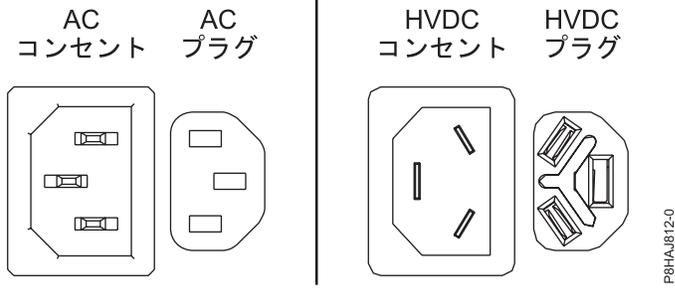
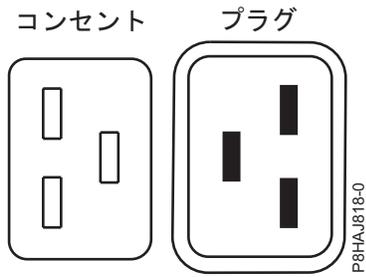
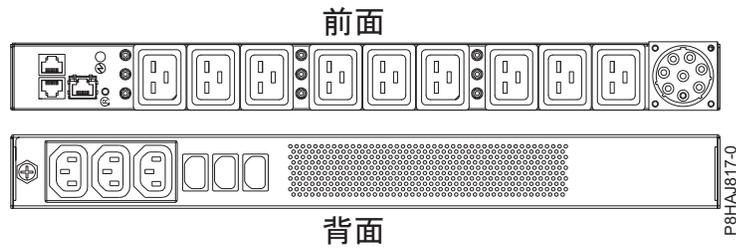

図 15. AC コネクターと HVDC コネクター
図 16. 8408-44E システムのコネクター
図 17. 8408-44E システムの PDU
- 面ファスナー (A) を使用して、電源コードがシステムに固定されています。電源コードを切り離した後でシステムを保守位置に置く場合は、必ずファスナーを外してください。
47 ページの図 15 は、サポート対象の交流 (AC) コネクターおよび高電圧直流 (HVDC) コネクターを示しています。47 ページの図 16 および 47 ページの図 17 は、8408-44E のサポート対象のコネクターおよび電力配分装置 (PDU) を示しています。